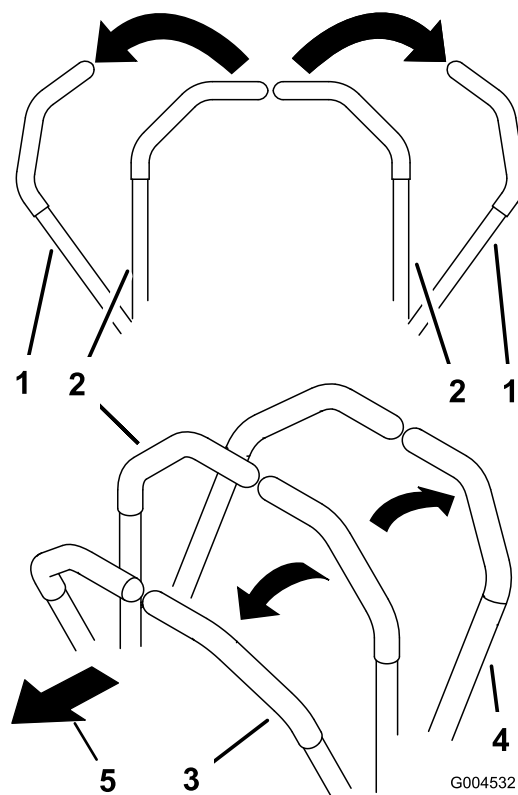

Рисунок 21
- Для перемещения прямо вперед передвиньте медленно вперед рычаги управления движением (Рисунок 21).
- Для перемещения прямо назад передвиньте медленно назад рычаги управления движением (Рисунок 21).
- Чтобы повернуть, сбросьте скорость машины, потянув назад оба рычага, затем нажмите вперед на рычаг, противоположной стороне, в которую требуется повернуть (Рисунок 21).